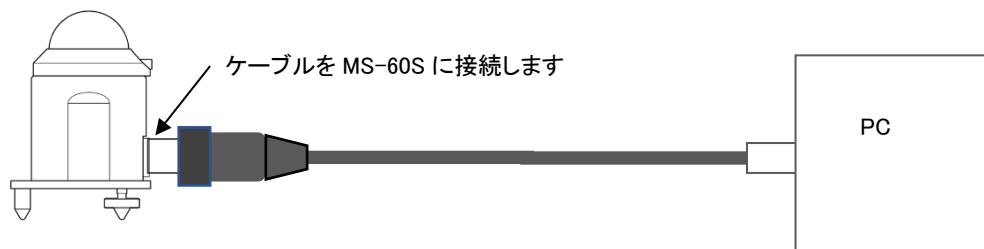

図 A3-2. 「EKO コンバータケーブル」の使用 (オプション)
- 4) オプション品の EKO コンバータケーブルを使用すると、ケーブルのコネクタを本体に差し込むだけで簡単に設置できます。MS-60S の電源は USB 経由で供給できます(図 A3-2 を参照)。